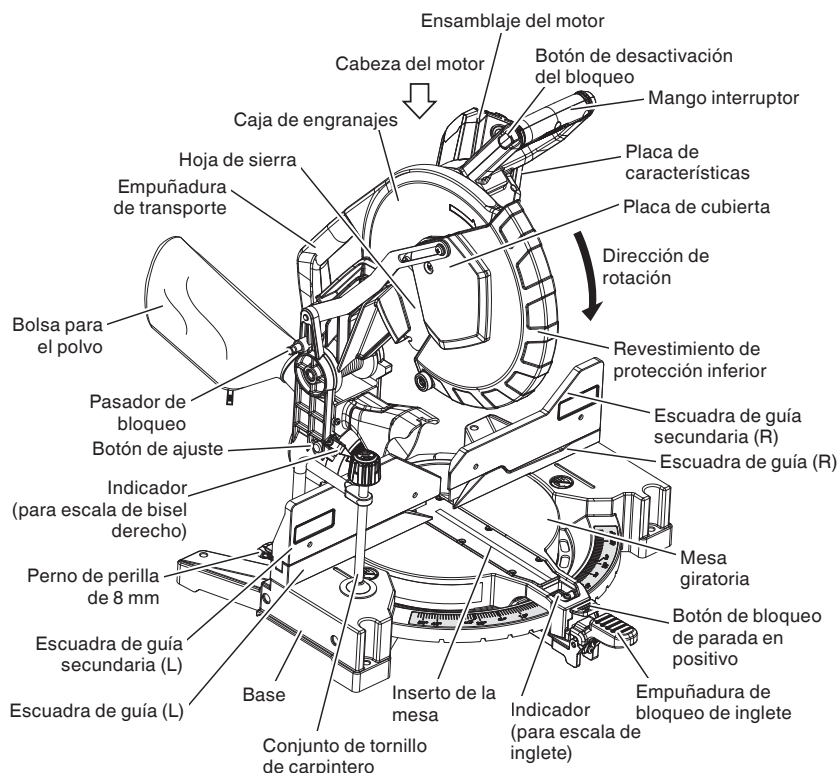
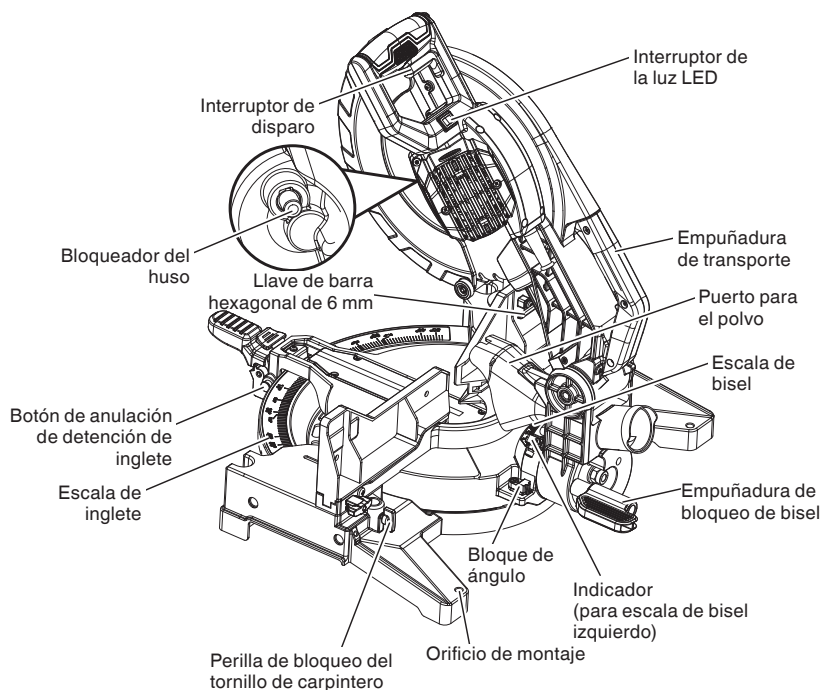

Fig. 1
Fig. 2
Coloque la escuadra de guía secundaria (L), la bolsa colectora de polvo y el conjunto de tornillo de carpintero como se indica en las Fig. 1 y Fig. 2.
(Acople el conjunto de tornillo de carpintero como se visualiza en las Fig. 1, Fig. 2 y Fig. 18.)